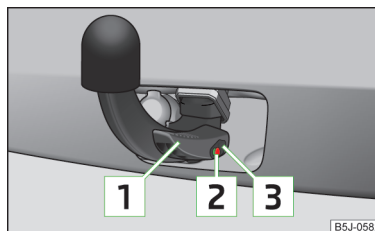

Fig. 105
- ✓ La leva [1] si trova completamente spinta verso l'alto » fig. 105.